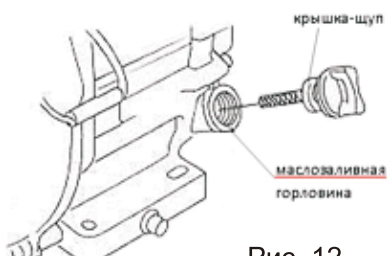

Рис. 12
1. Открутите крышку-щуп с горловины маслозаливного патрубкa и протрите измерительный щуп. (см рис. 12)